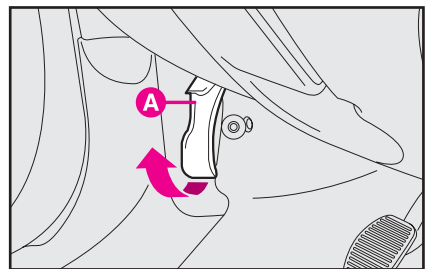

fig. 133
1) Tirare nel senso della freccia la leva **A**-fig. 133 (di colore giallo).